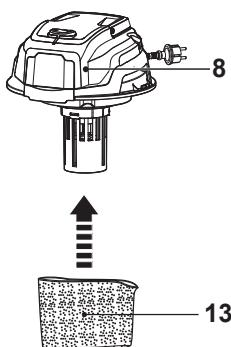
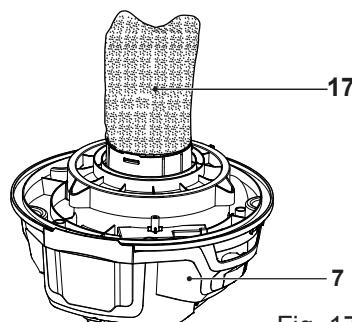

Fig. 8
Fig. 17
**NOTA:** Certifique-se de que o filtro do cartucho (18) e o saco de pó (19) NÃO são utilizados para aspiração húmida.
- > Deslize a manga de espuma (17) na unidade do motor (7) (Fig. 8). Certifique-se de que assenta bem na posição. Consulte a Fig. 17.
Utilize a manga de espuma (17) durante as operações de aspiração húmida (Fig. 17). Operar o produto sem a manga de espuma (17) pode danificar a unidade do motor.
- > Inspecione a manga de espuma (17) com regularidade. Substitua-o filtro por um filtro novo, se necessário.
- > Lave a manga de espuma (17) com frequência, com água limpa. Não aguarde até que a manga esteja totalmente suja. Recomendamos que inspecione a manga quando o produto não alcançar uma potência de sucção suficiente.